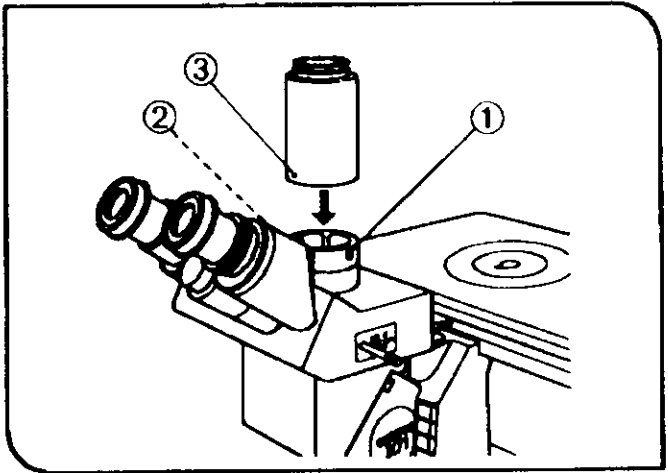

图 69
### (1) 安装照相直筒 (IX2-SPT/IX-SPT) (图 69 和 70)
(与 IX-SPT 组合使用) (图 69)